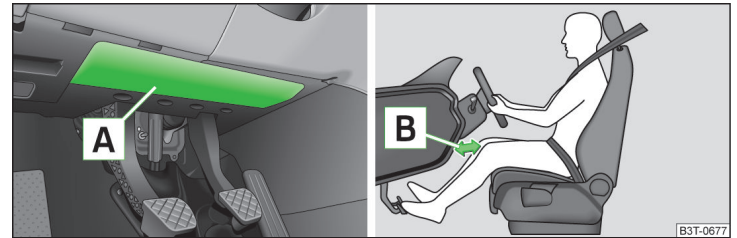

Fig. 10 Emplacement de l'airbag / distance de sécurité par rapport au tableau de bord
L'airbag de genoux du conducteur [A] est logé dans la partie inférieure du tableau de bord sous la colonne de direction » fig. 10.
- Réglez le siège du conducteur en sens longitudinal de façon à ce que la distance [B] entre les jambes et le tableau de bord à hauteur de l'airbag de protection des genoux soit de 10 cm au moins » fig. 10. S'il n'est pas possible de remplir cette condition pour des raisons de taille corporelle, veuillez consulter un atelier spécialisé.